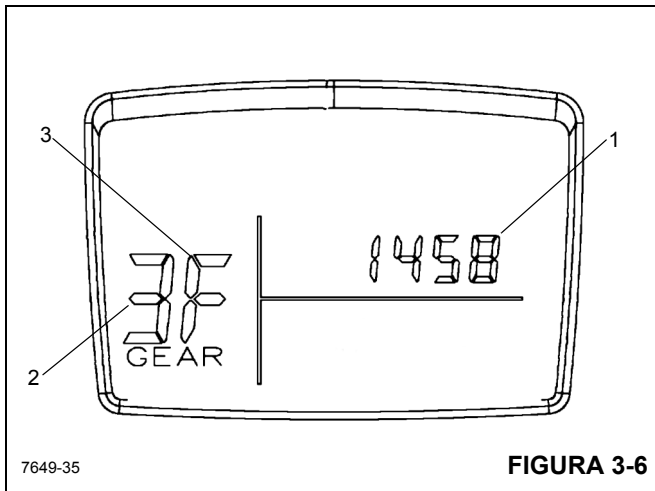

Figura 3-6 - Números de artículos
La palanca de control de giro (5) (Figura 3-6) que se encuentra en el apoyabrazos derecho controla la función de giro. Cuando la palanca de control se mueve hacia adelante, la plataforma gira en sentido horario; cuando la palanca de